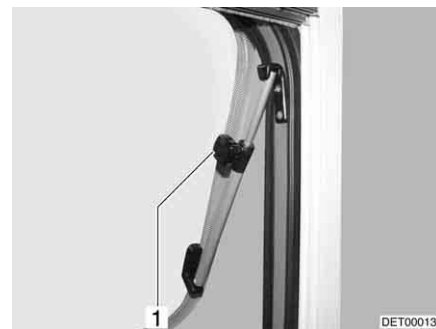

Fig. 49 Finestra apribile con deflettori a rotazione, aperta
- Aprire la finestra apribile fino alla posizione desiderata e fissarla mediante il pomello zigrinato (Fig. 49,1).
- Ruotare il pomello zigrinato (Fig. 49,1) fino a che l'arresto viene sbloccato.